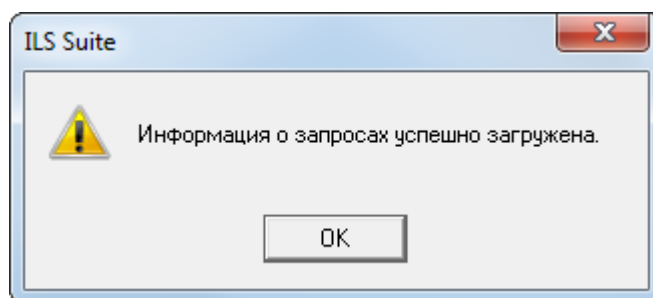

Рис. 7-40 – Информационное сообщение
- 4) После загрузки запроса из файла выводится информационное сообщение (рис. 7-40).